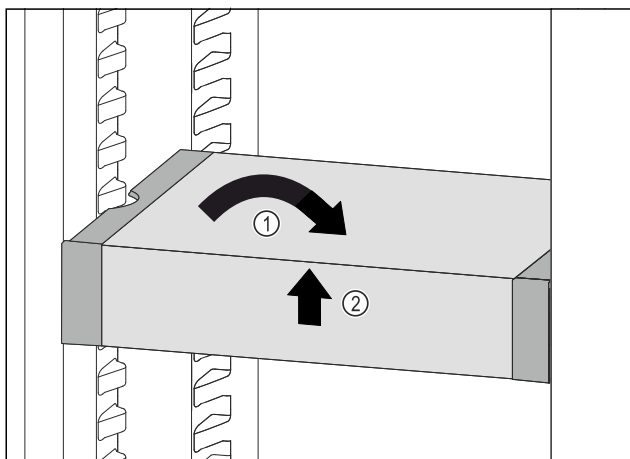

Fig. 201
- Ευθυγραμμίστε το VarioSafe. Fig. 201 (1)
- Ανασηκώστε μπροστά το VarioSafe. Fig. 201 (2)